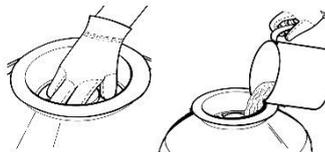

FIG. 7
3. **Appoggiare l'apposito imbuto sulla bocca della boccia facendo attenzione a coprire adeguatamente il tubo e cominciate a versare all'interno della boccia la sabbia al quarzo (non fornita) Fig.7**